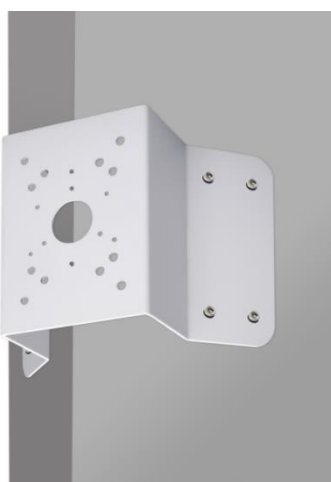

Рисунок 7.5 – Определение точек крепления кронштейна на установочной поверхности
1. Используя угловой кронштейн, отметьте точки крепления на установочной поверхности (Рисунок 7.5) и просверлите 4 отверстия (диаметр 8 мм, глубина не менее 65 мм) в установочной поверхности.